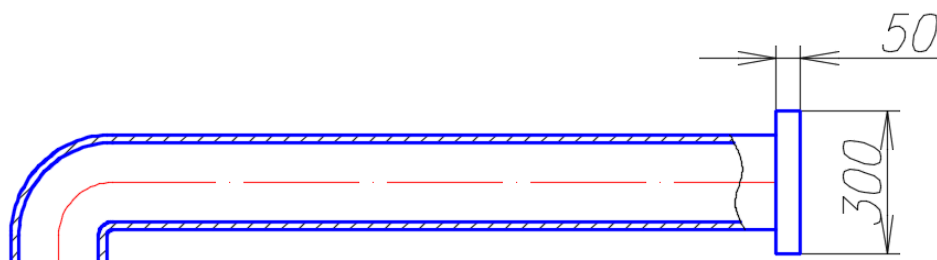

Рис. 105. Чертеж патрубка для поступления воды
7.6. Выполнить фланец патрубка (рис. 105):